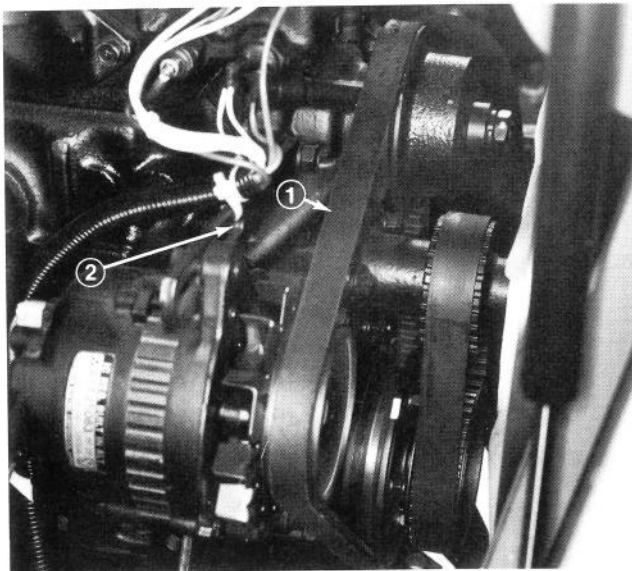

Bild 40
1. Zustand und Spannung. Alle 100 Betriebsstunden den Zustand und die Spannung des Keilriemens nachprüfen (Bild 40).
- A. Bei korrekter Spannung läßt sich der Keilriemen mittig zwischen den Riemensdrehen mit einen Kraftaufwand von ca. 4,5 kg um 10 mm durchbiegen (Bild 40).